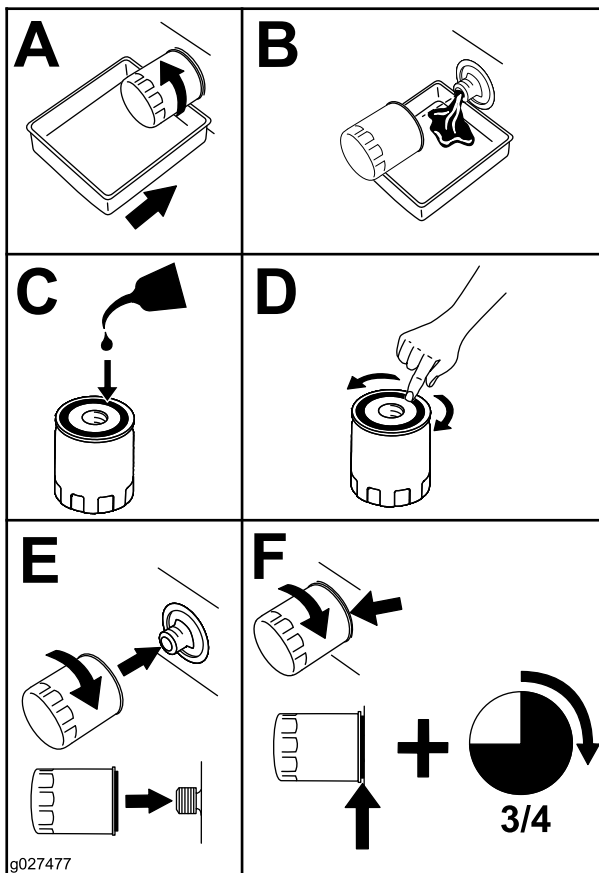

Bild 55
2. Wechseln Sie den Motorölfilter (Bild 55).